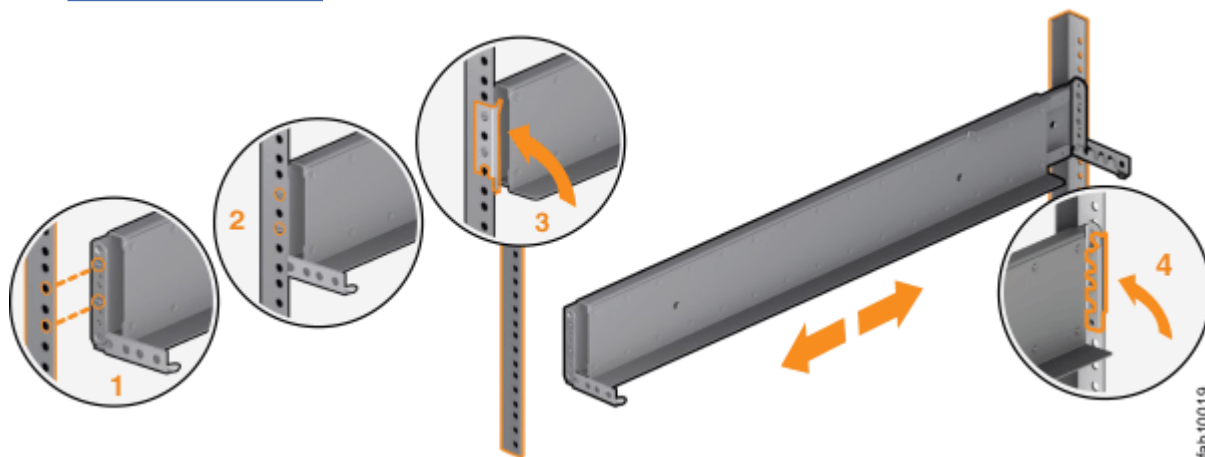

Рисунок 4. Закрывание скоб
(См. Рисунок 4 на стр. 16.)
- (См. Рисунок 4 на стр. 16.)